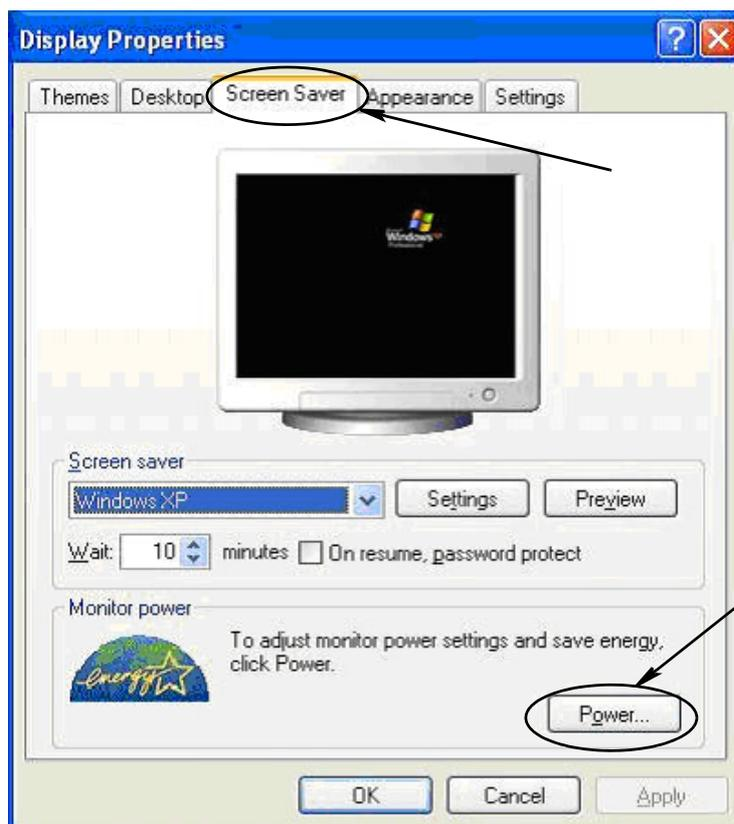

ABB. 30
2. Das Fenster „Eigenschaften“ wird aufgerufen. Wählen Sie die Registerkarte „Bildschirmschoner“. Wählen Sie im Bereich „Energieverbrauch überwachen“ die Schaltfläche „Energieverwaltung“ (ABB. 30).